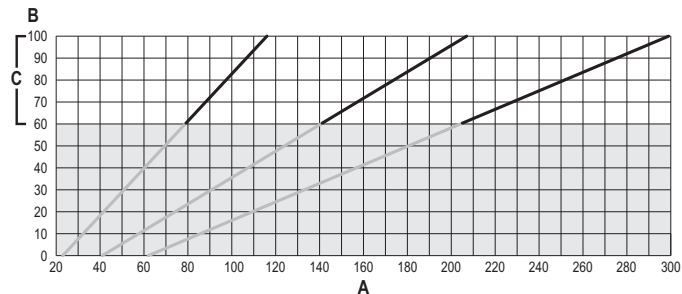

fig. 40
- Pulsar las **teclas de la calefacción** (3 y 4 - fig. 1) para aumentar o disminuir la capacidad térmica (mínima = 00 - máxima = 100). Ver el diagrama "Regulación de la capacidad térmica" (fig. 40).